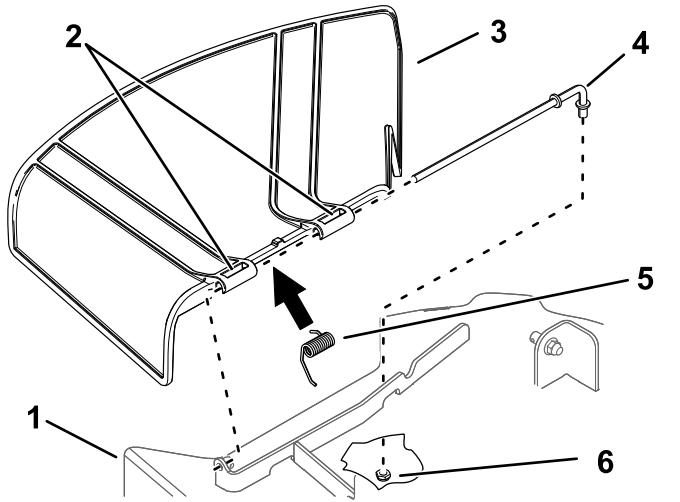

Figura 75
1. Remova a porca ( $\frac{3}{8}$  pol.) da barra debaixo do cortador (Figura 75).
- Deslize a barra para fora do suporte da plataforma, da mola e do defletor de relva (Figura 75).
- Instale o novo defletor de relva (Figura 75).
- Deslize a barra através do segundo suporte do defletor de relva (Figura 75).
- Fixe a extremidade traseira da barra ao cortador com uma porca (3/8 pol.), como se mostra na Figura 75.